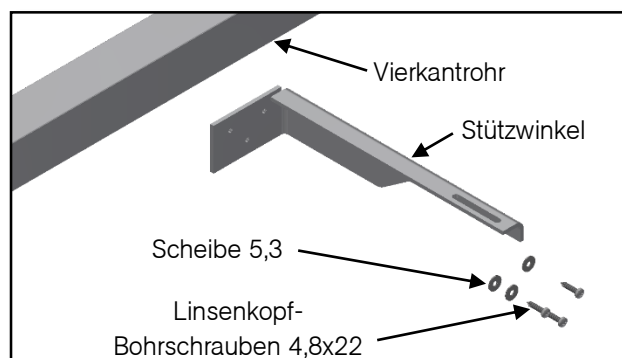

Abbildung 3 – Isometrische Ansicht: Befestigung Stützwinkel an Vierkanrohr
- » Stützwinkel mit 3x Linsenkopf-Bohrschrauben 4,8x22 und 3x Scheibe 5,3 am Vierkanrohr befestigen (siehe Abbildung 3).